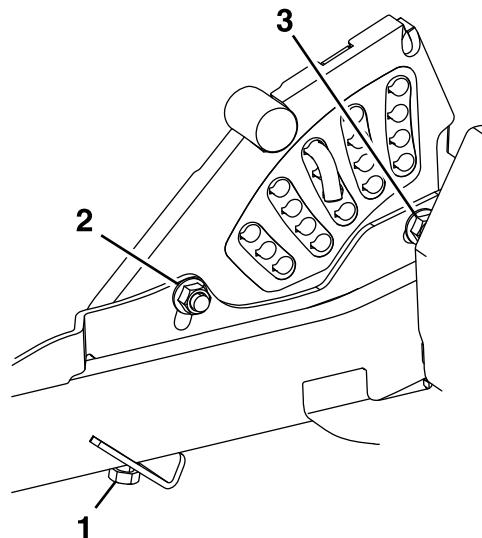

Figure 77
13. Si les 4 dispositifs de réglage du tablier ne disposent pas d'un réglage suffisant pour produire une hauteur de coupe précise, vous pouvez régler le système monopoint (**Figure 77**).
14. Pour régler le système monopoint, commencez par desserrer les boulons de fixation des plaques de hauteur de coupe avant et arrière (Figure 77).
- Serrez les 2 boulons au bas de la plaque de hauteur de coupe (Figure 77).